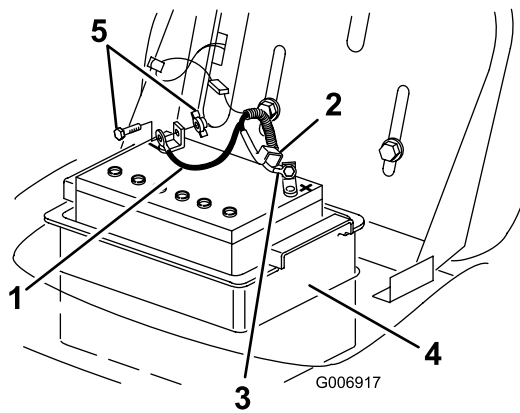

Figure 26
4. Débranchez le câble négatif (noir) de mise à la masse de la borne de la batterie (Figure 26).
5. Repoussez le capuchon en caoutchouc sur le câble positif (rouge). Débranchez le câble positif (rouge) de la borne de la batterie (Figure 26).
6. Sortez le compartiment de la batterie et la batterie du châssis (Figure 26).
1. Placez le compartiment de la batterie et la batterie dans le châssis (Figure 26).
2. Connectez le câble positif (rouge) à la borne positive (+) de la batterie à l'aide du boulon et de l'écrou papillon (Figure 26).
4. Connectez le câble négatif (noir) à la borne négative (-) de la batterie à l'aide du boulon et de l'écrou à oreilles (Figure 26).